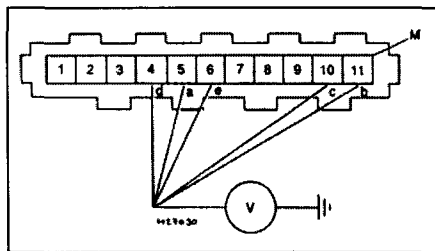

Рис. 5.9 Проверьте напряжения на разъеме БЭУ Digiplex (двигатели 1500 см³)
- 9 Снимите резиновый чехол с многополюсного разъема БЭУ Digiplex и (+) щупом вольтметра ((-) щуп вольтметра – на "массе") проверьте напряжения на выводах разъема (разъем присоединен и зажигание включено) (рис. 5.9).